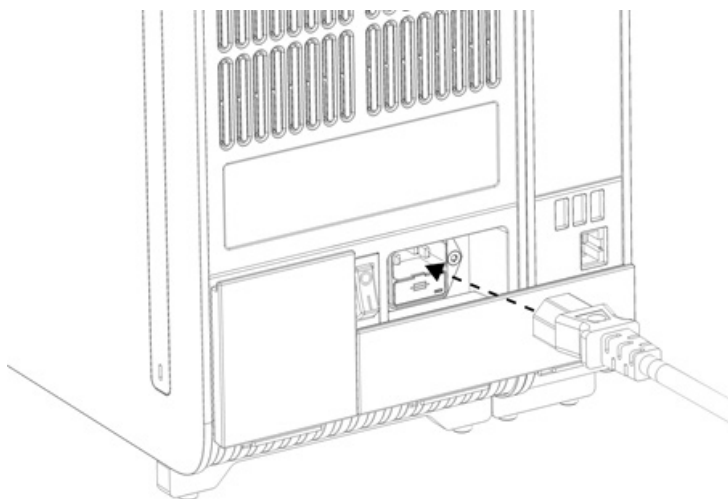

Bild 20. Ansluta nätsladden.
8. Anslut nätsladden som levererades Med QIAstat-Dx Analyzer 1.0 till baksidan av den ursprungliga analytiska enheten (bild 20).